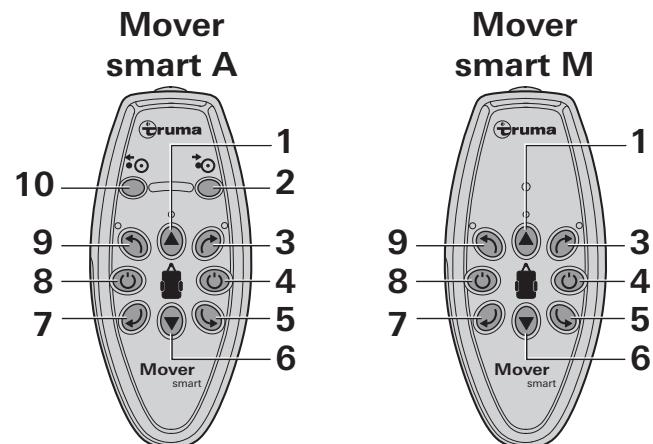
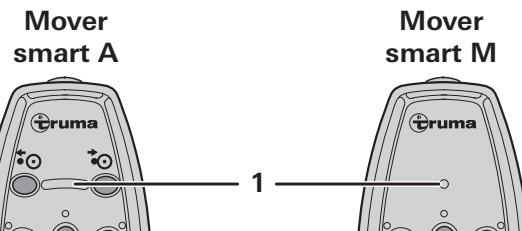

Figure 2
Figure 6
- Presser la touche (figure 2 - 8) sur la télécommande jusqu'à ce que les LED s'allument (figure 6 - 1).
! La touche « Arrêt » (figure 2 - 4) de la télécommande sert aussi d'« interrupteur d'arrêt d'urgence ». En cas d'anomalies, par exemple de comportement incontrôlé du Mover, appuyer immédiatement sur la touche « Arrêt ».
- Avec les touches directionnelles (figure 2 - 3/5/6/7/9), déplacer la caravane dans la direction souhaitée.
i Si les touches directionnelles opposées (figure 2 - 5/9 ou 3/7) sont pressées simultanément, la caravane tourne dans la direction correspondante autour de son propre axe.
- Pendant le déplacement (vers l'avant/vers l'arrière), il est possible de changer le sens de la marche avec les touches directionnelles (figure 2 - 3/9 et 5/7).
- Presser la touche (figure 2 - 4) sur la télécommande. L'éclairage LED s'éteint.